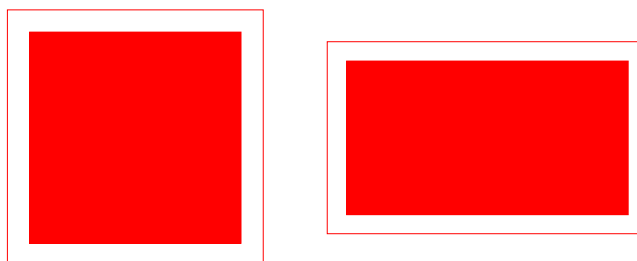

Figura 7. Señales de protección contra incendios
9.7 De protección contra incendios (véase figura 7)